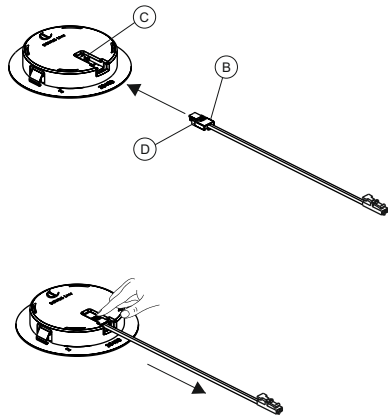

Fig 5
- For connection of the power cable to the device, insert the cable connector (B) into the slot (C) on the device, until the safety hook (D) is press-fitted into place as illustrated in figure 5.
- To remove the device power cable, press the safety release (D) slightly with your finger and extract the connector (B) from the slot (C) on the device as illustrated in figure 5.
- Zum Anschluss des Netzkabels an die Leuchte den Stecker (B) des Kabels in den Schlitz (C) der Leuchte einsetzen, sodass der Sicherheitshaken (D) einrastet (siehe Abb. 5).
- Zum Trennen des Netzkabels von der Leuchte mit den Fingern leicht auf den Sicherheitshaken (D) drücken und den Stecker (B) aus dem Schlitz (C) der Leuchte ziehen (siehe Abb. 5).
- Pour le branchement du câble d'alimentation à l'appareil, insérer le connecteur (B) du câble dans la fente (C) de l'appareil, jusqu'au dé clic du crochet de sécurité (D), comme indiqué sur la figure 5.
- Pour retirer le câble d'alimentation de l'appareil, exercer une légère pression avec les doigts sur le crochet de sécurité (D) et extraire le connecteur (B) de la fente (C) de l'appareil, comme indiqué sur la figure 5.